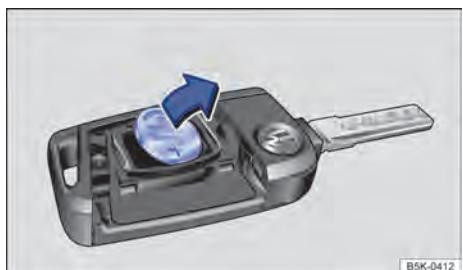

Fig. 22 Chave do veículo: remover a bateria.
- Remover a bateria do alojamento da bateria com uma ferramenta adequada ⇒ Fig. 22.
- Posicionar a nova bateria conforme indicado ⇒ Fig. 22 e pressionar no sentido contrário ao da seta para dentro de alojamento da bateria ⇒ ①.